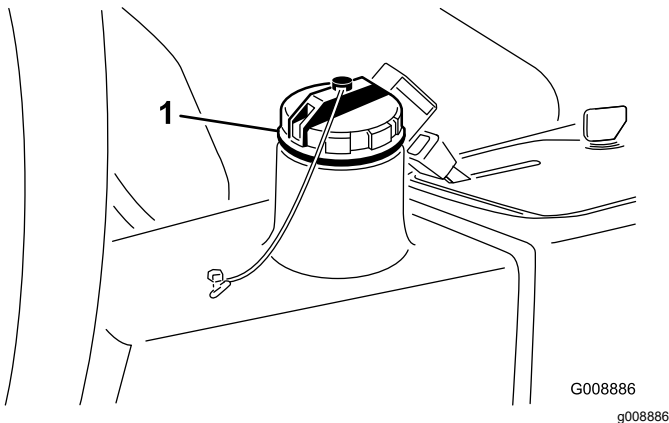

**Figura 77**
2. Desconecte la manguera hidráulica grande (Figura 77) del depósito y deje fluir el aceite hidráulico en un recipiente apropiado.